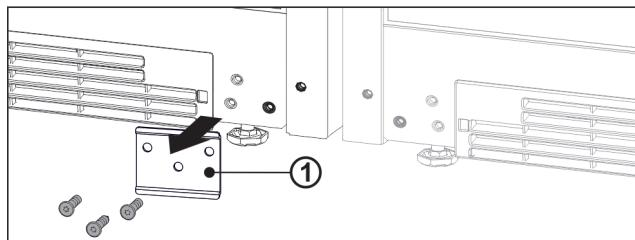

Fig. 14
- Если установлен металлический лист Fig. 14 (1), открутите металлический лист.